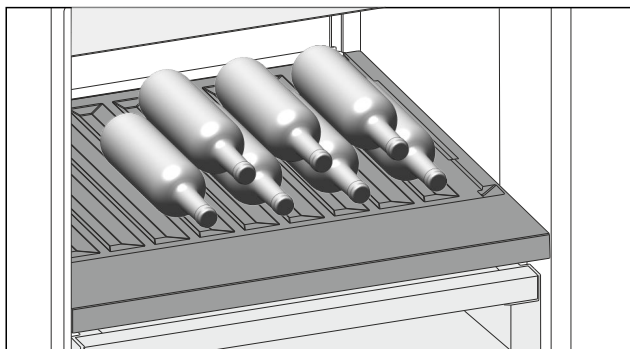

Fig. 128 Ilustrační zobrazení
- ▶ Láhve ukládejte dnem dozadu k zadní stěně. (viz Fig. 128)